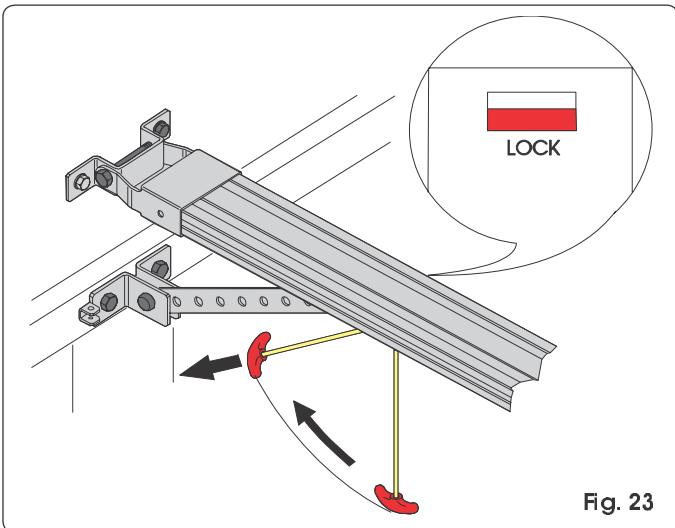

Fig. 23
- Tirare la maniglia di sblocco orizzontalmente in direzione della porta (Fig. 23). Controllare che, al rilascio della maniglia, la finestrella LOCK posta sotto al carrello sia di colore rosso. Muovere manualmente la porta fino a ritrovare il punto di aggancio del carrello.